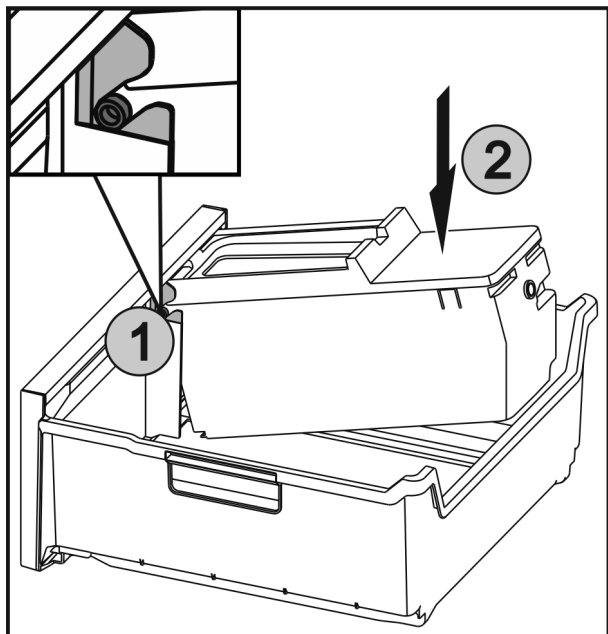

Fig. 40
- ▶ Insérer les axes Fig. 40 (1) sur l'EasyTwist-Ice dans les guides et appuyer sur le côté arrière Fig. 40 (2) jusqu'à ce que la languette s'enclenche.